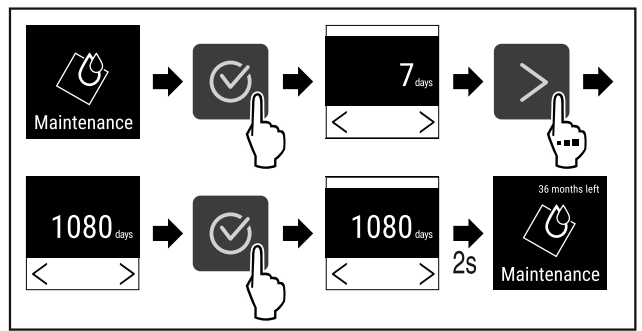

Fig. 75
- ▶ Провести етапи операцій (див. Fig. 75) .